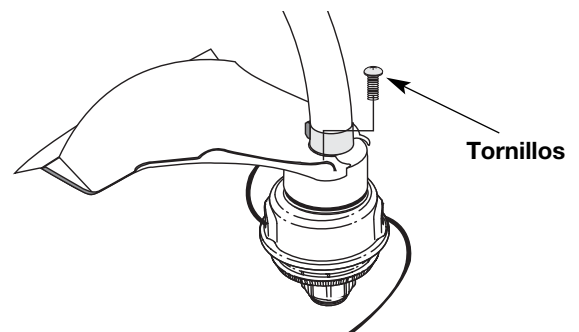

Fig. 5
3. Instale los cuatro (4) tornillos (10-24 x 1/2) con un destornillador Phillips regular (Fig. 5). Ajuste bien.